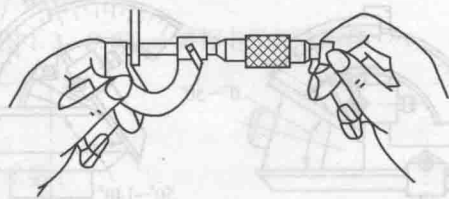

图 1.11 千分尺的使用
(1) 千分尺应保持清洁。使用前应先校准尺寸,检查活动套筒上零线是否与固定套筒上基准线对齐,如果没有对准,必须进行调整。
(2) 合理操作。测量时,最好双手掌握千分尺,左手握住弓架,用右手旋转活动套筒,当螺杆即将接触工件时,改为旋转棘轮盘,直到棘轮发出“咔”“咔”声为止,如图 1.11 所示。